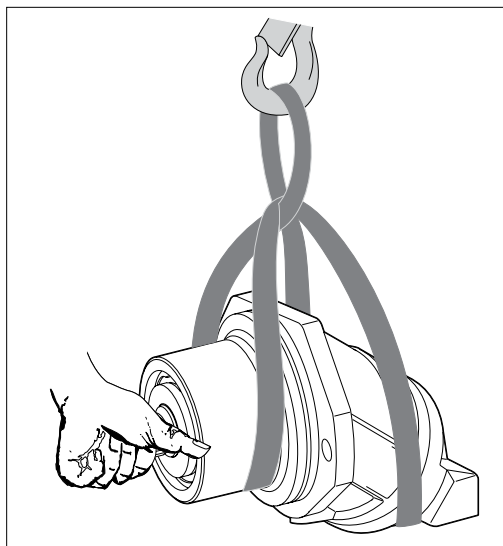

图 5：使用提升带搬运
- ▶ 将提升带缠绕在轴向柱塞单元上，但请勿将提升带置于附件（例如：阀）之上，也不要通过此类附件吊挂轴向柱塞单元（参见图 5）。